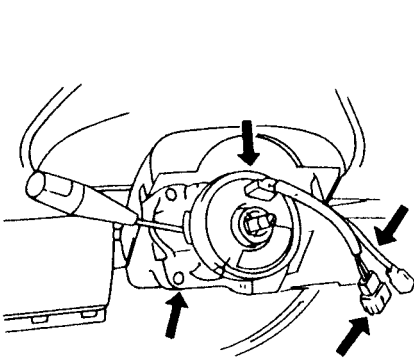

图 4-53 接触线圈和组合开关总成的检查
4)检查接触线圈和组合开关总成电线束和连接器是否损坏及其松紧程度，如图 4-53 所示，检查接触线圈盒是否损坏。若发现任何异常，都应更换。